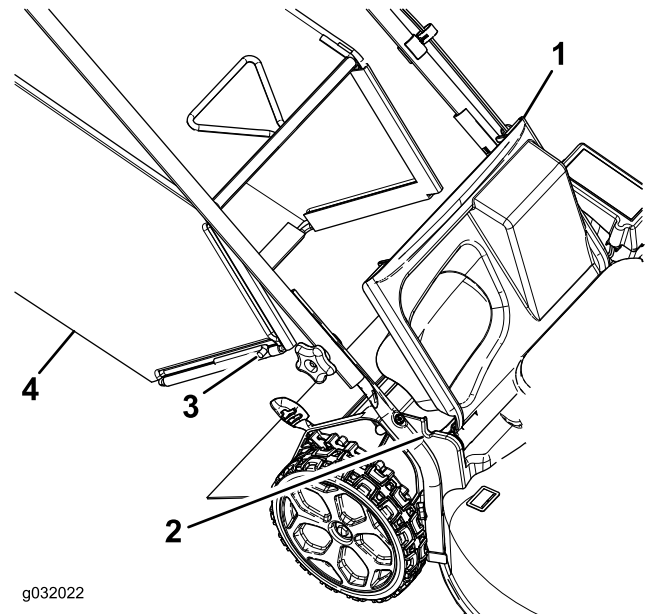

Figura 20
1. Levante la puerta trasera (Figura 20).
2. Introduzca los extremos de la varilla de la bolsa de recogida en las muescas de los soportes del manillar (Figura 20).